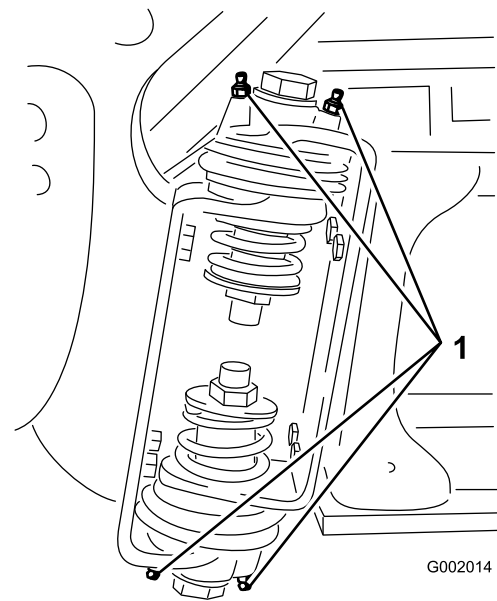

Bild 33
2. Pressen Sie Fett in die Lager oder Büchsen jedes Anschlussstückes Bild 33.